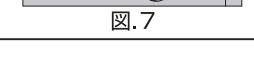

図8
- (2) ストップーブロックが長円穴の一番上にある事を確認し、SLUN-N本体のアームを図8のように下げた状態で、ダンパー本体を前からスライドさせて取り付けます(図8)。